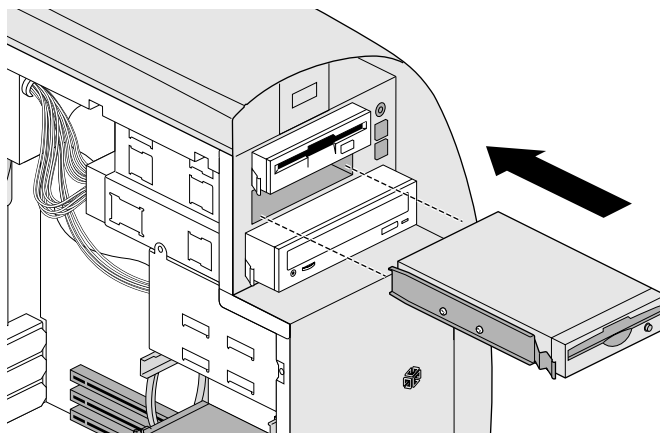

Figura 4-5 Installazione di un'unità per supporti rimovibili
8. Fare scorrere l'unità nell'alloggiamento finché non scatta in posizione, come illustrato nella Figura 4-5.